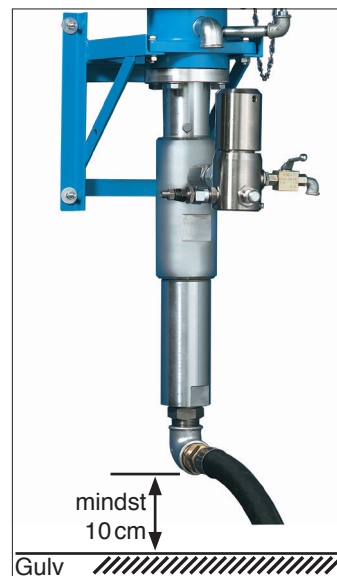

Fig. 14 Monter på holderen
- Sørg for en afstand på mindst 10 cm mellem indsugningsvinkel og bund (se Fig. 14)